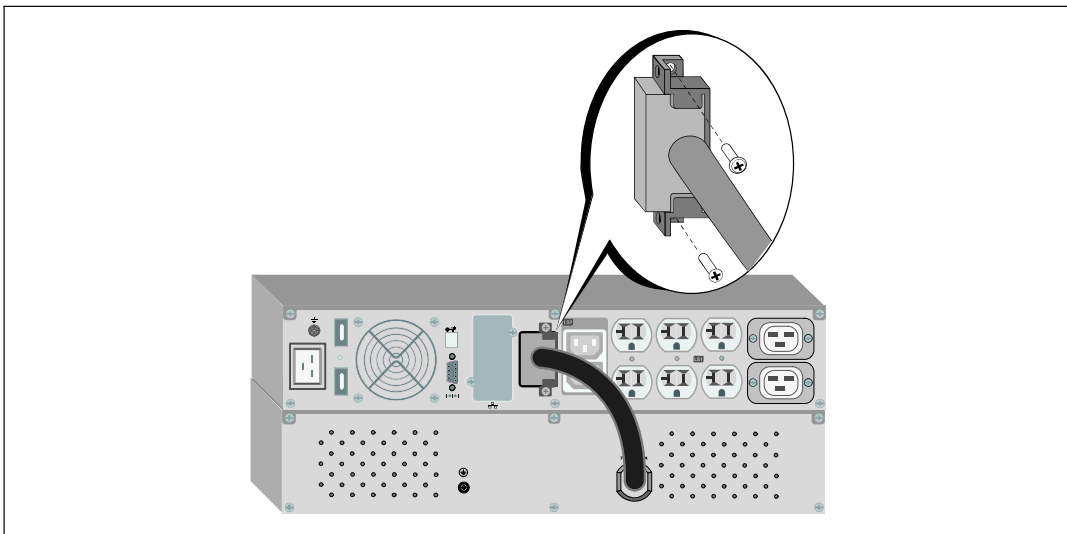

図 28. 外付けバッテリーモジュールの取り付け方法（1920-700W UPS 型のみ）
- 3 外付けバッテリーモジュールケーブルをUPSバッテリーコネクタへ差し込みます（図 28を参照）。